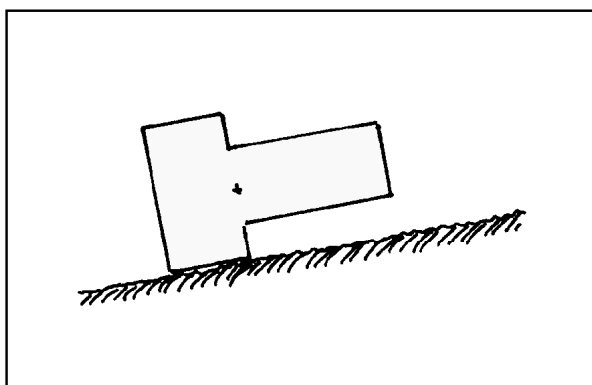

Fig. 7.60. Per l'esercizio 4
4. Si ribalta o no il corpo in fig. 7.60?